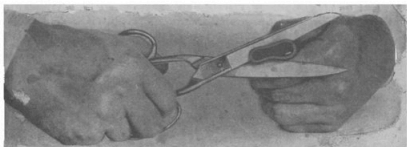

Fig. 2. Avkortning av spengummi.
1. Vid hopsättning inträdes först botten-skålen i spengummits ena ände och därefter trädes spengummit, med den motsatta änden först, genom spenkoppshylsan. Genom dragning i spengummits fria ände bringas botten-skålen på sin plats och därefter över-vikes spengummit, varefter kragen på-sattes. Det bör observeras, att spengummit icke skall vara hårt sträckt. Nya spengummin skola före monteringen genom sköljning be-frias från talk. Ett spengummi, som efter någon tids användning blivit för uttänjt, måste avkortas för att kunna mjölka väl. Fukta gummit med vatten och klipp av det i ett enda tag med en skarp sax (fig. 2).